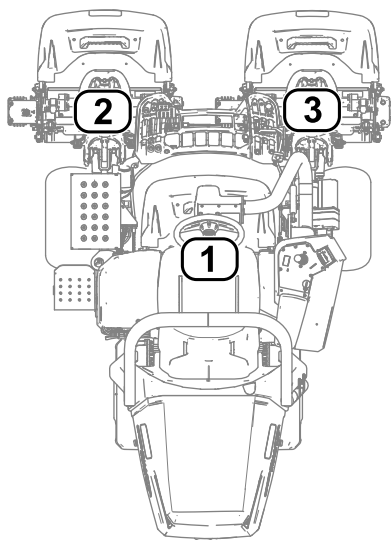

Figura 25
- **1** refere-se à unidade de corte central (Figura 25)
- **2** refere-se à unidade de corte frontal esquerda (Figura 25)
- **3** refere-se à unidade de corte frontal direita (Figura 25)